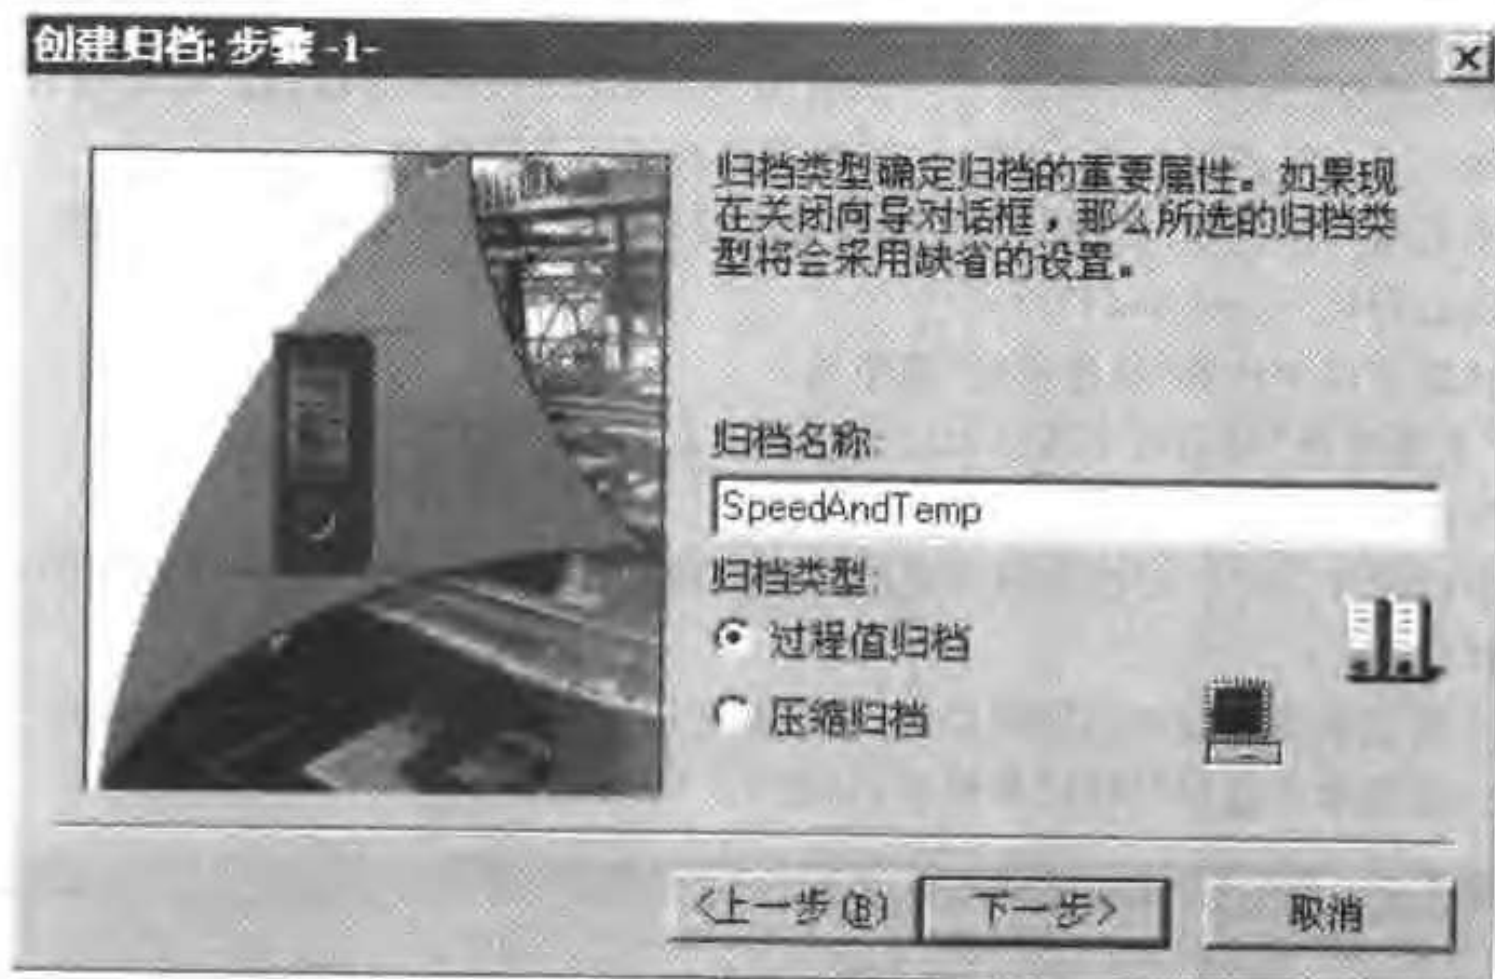

图 7-2 “创建归档:步骤 1”对话框
- 在“创建归档:步骤 1”对话框中输入 SpeedAndTemp 作为归档的名称,如图 7-2 所示。